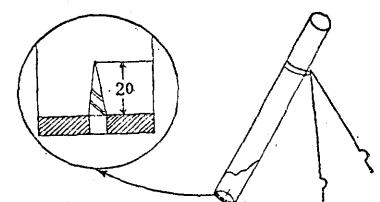

图3
4. 炮筒的改制：将原来使用的空炸炮筒，底部中央打一孔（直径8毫米），插入一锥形带槽撞针（如图3），撞针必须插在炮筒的轴线上，焊牢即可。